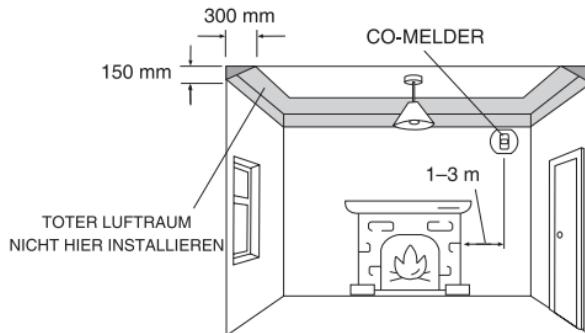
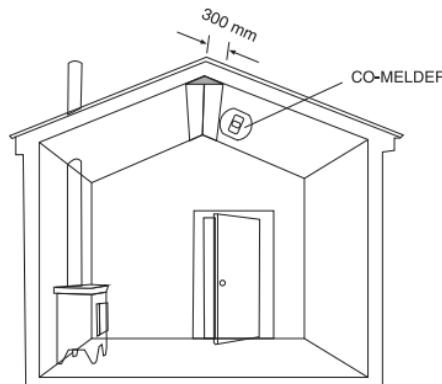

Abbildung 1: Installation in einem Raum mit einem Brennstoffverbrennungsgerät
Abbildung 2: In Räumen mit geneigten Decken sollte sich der CO-Melder auf der hohen Seite des Raums befinden
### 1. Wenn Sie einen CO-Melder in einem Raum mit einem Brennstoffverbrennungsgerät installieren (siehe Abbildung 1 und Abbildung 2):
- In Räumen mit geneigten Decken sollte sich der CO-Melder auf der hohen Seite des Raums befinden (siehe Abbildung 2).